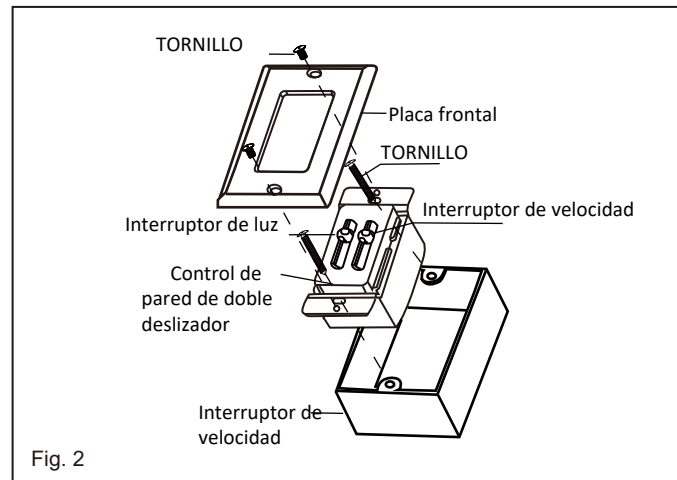

Fig. 2
Fije el tornillo para madera y la arandela plana a la viga del techo tal como se muestra (no los apriete por completo). Deslice la abrazadera para cables sobre el cable de seguridad proveniente del ventilador. Pase el cable de seguridad alrededor del tornillo para madera que acaba de fijar a la viga del techo. Introduzca el extremo del cable en la abrazadera y tire de él hasta pasar la mayor cantidad de cable posible. Apriete firmemente el tornillo de la abrazadera. Corte el exceso de cable. (Fig. 2)
NOTA: Asegúrese de que el interruptor de marcha atrás se alinee con el orificio reservado de la carcasa (Fig. 2).
- 2 Fije el aspa al motor con los tornillos para aspas suministrados. Repita el procedimiento para las aspas restantes. ¡Asegúrese de que los tornillos estén BIEN APRETADOS! Los tornillos del motor flojos pueden provocar un zumbido innecesario durante el funcionamiento. (Fig. 2)
- 4 Mientras sostiene la cubierta inferior bajo el ventilador, no realice las conexiones de los cables. (Fig. 2)
- 5 Acerque la cubierta inferior al ventilador y gírela en el sentido de las agujas del reloj hasta que quede firme; NO la apriete en exceso. (Fig. 2)
- 8 Fije el control de pared a la caja de salida con los dos tornillos suministrados (Fig. 2).